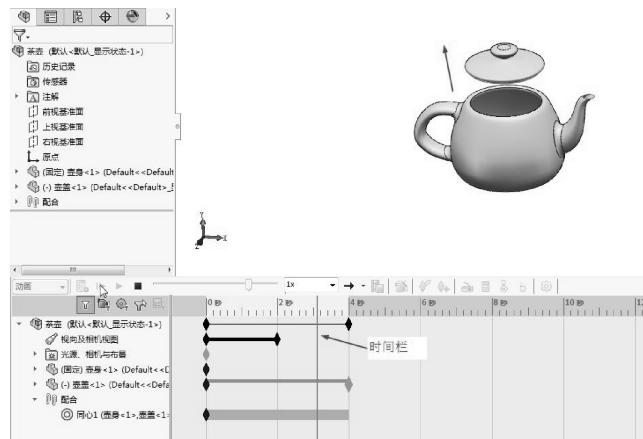

图 8-16 创建动画
- 11 单击【计算】按钮，完成茶壶动画的创建，如图 8-16 所示为茶壶壶盖在动画过程中的状态。